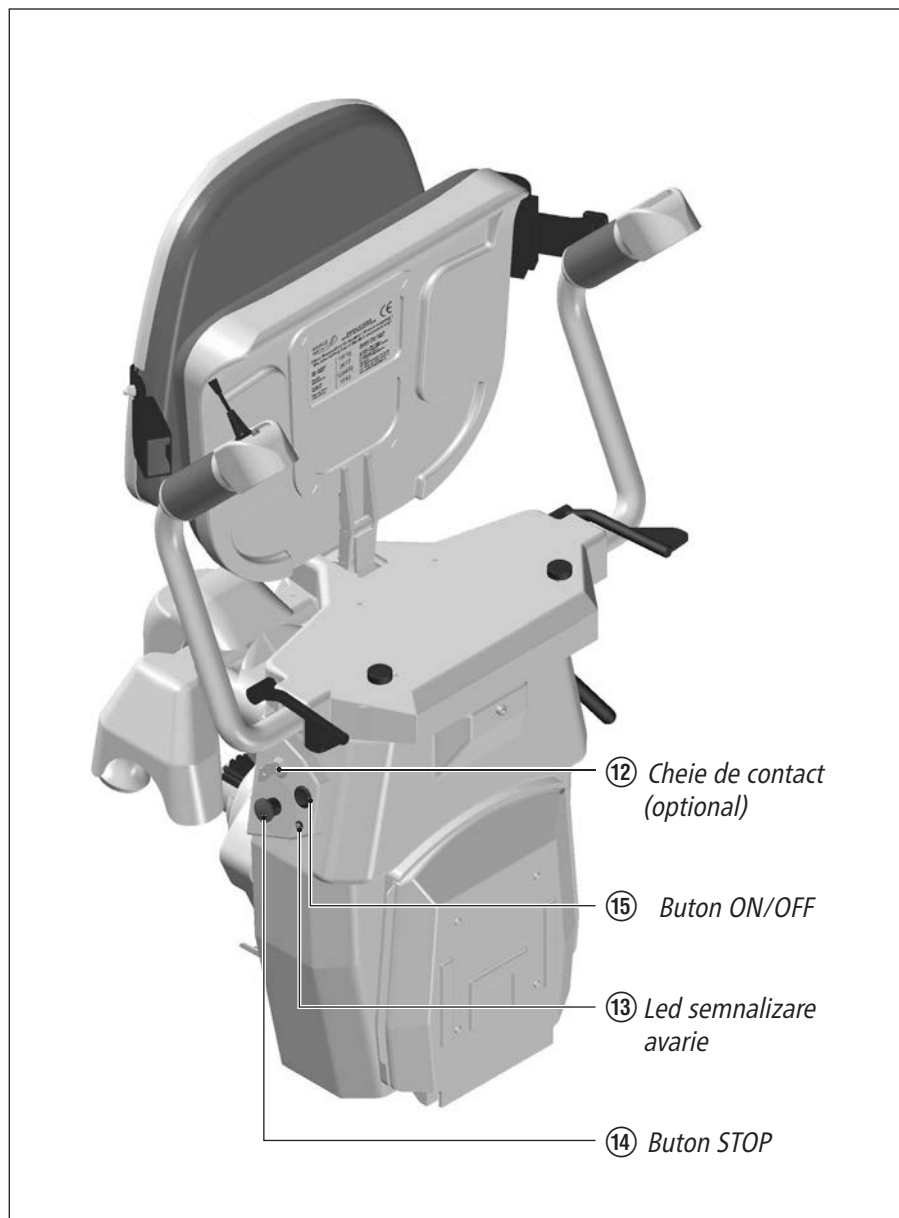
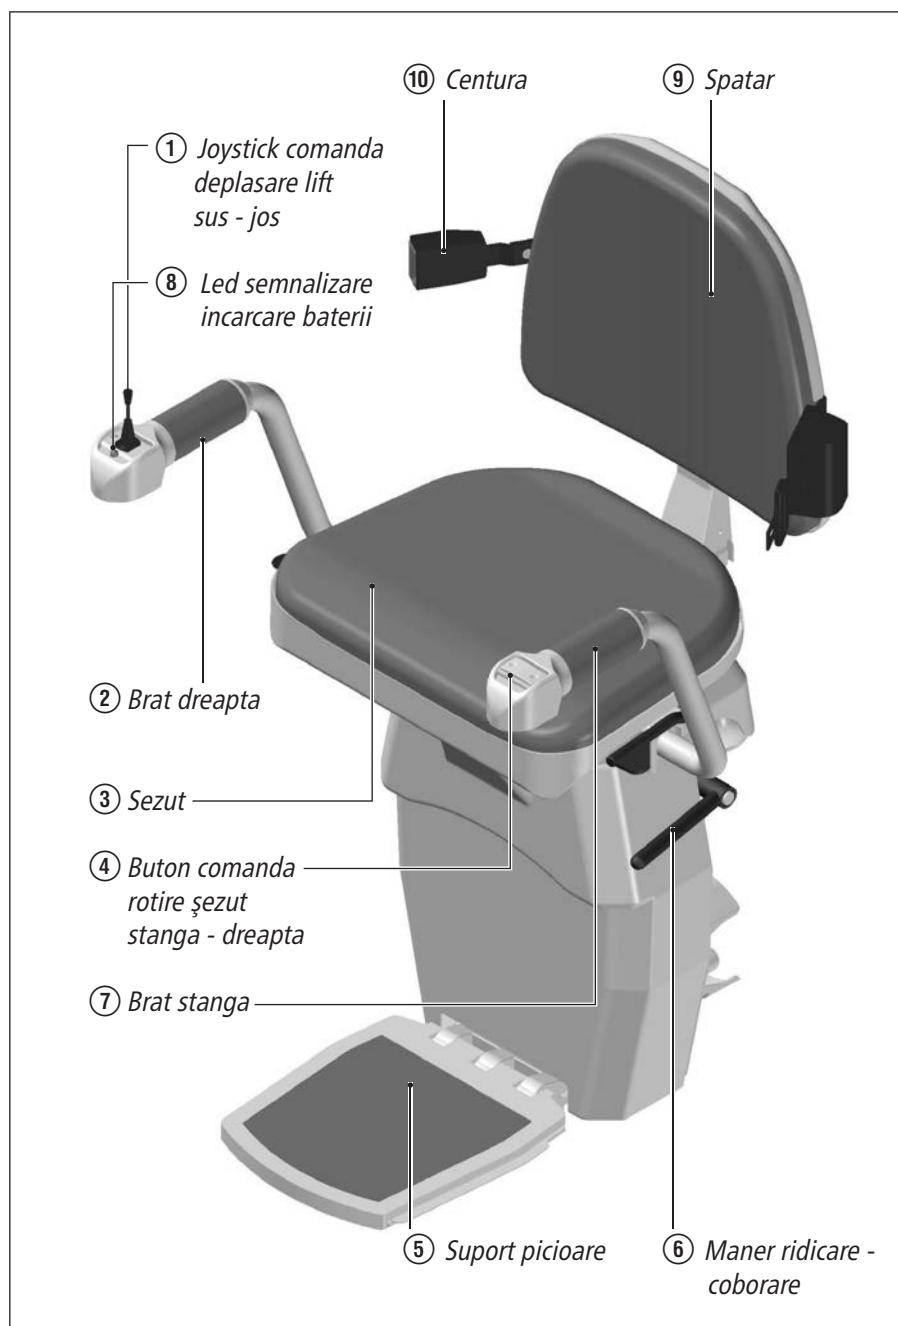
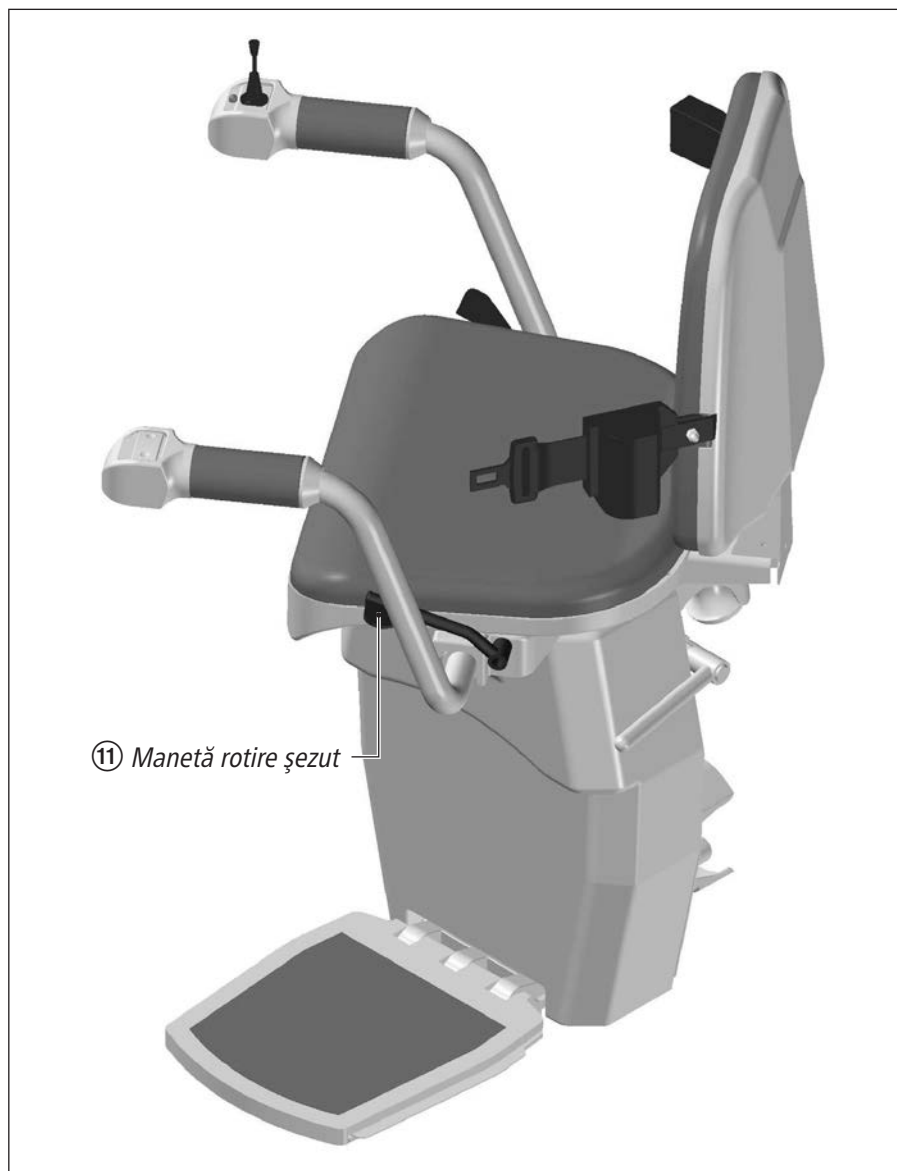

Fig. 4
Fig. 5
Fig. 5.1
În zona de parcare, pentru a ocupa un spațiu cât mai mic, liftul se poate plia așa cum este prezentat în fig. 4
- se coboară brațele ② și ⑦ din poziție verticală cum sunt reprezentate în fig. 4 în poziție orizontală conf. fig. 5.
- la fel se procedează și cu șezutul ③
- prin ridicarea manerului ⑥ se rabatează și suportul pentru picioare ⑤ din poziție pliată fig. 4 în poziție de utilizare fig. 5 după care se poate urca pe lift. Pornirea și deplasarea liftului se face prin mișcarea joystickului ① fig. 5, astfel:
- pentru oprirea liftului la oricare din capetele căii de rulare trebuie să se mențină acționat joystick-ul de comandă până când liftul ajunge pe contactele de încărcare și se oprește singur, moment în care led-ul albastru ⑧ de pe brațul cu joystick-ul se aprinde, acest lucru arată că acumulatorii se încarcă de la alimentator
- când se termină deplasarea și se ajunge în partea superioară a căii de rulare, șezutul ③ împreună cu spatarul și brațele ② și ⑦ fig. 5 se rotește până la max. 90° pentru a facilita coborârea și urcarea utilizatorului pe și de pe scaun. Liftul standard este fără rotirea șezutului.
- ridicați unul din mânerele ⑪ și rotiți încet șezutul. După ce șezutul începe să se rotească, eliberați mânerul ⑪ și continuați rotirea șezutului în direcția necesară pentru coborârea de pe lift. Rotirea șezutului se oprește la 75° - fig. 5.1. Dacă doriți rotirea șezutului până la 90°, ridicați mânerul ⑪ și rotiți șezutul în aceeași direcție până la oprirea acestuia la 90°.
- pentru revenirea șezutului în poziția normală de mers ridicați din nou mânerul ⑪ și rotiți șezutul în direcția opusă celei descrise anterior până când șezutul se oprește în poziția normală de mers.
Opțional liftul poate fi echipat cu rotirea electrică a șezutului. Această mișcare se comandă prin butonul ④ fig. 5 astfel:
- se ridica sezutul ③, bratele ② si ⑦ se apasa manerul ⑥ fig. 5, dupa care cu ajutorul telecomenzii se trimite liftul in zona de parcare
Ledul ⑬ fig. 4 foloseste pentru a semnaliza dupa un anumit cod (aprinderi intermitente) orice eventuala disfunctionalitate.